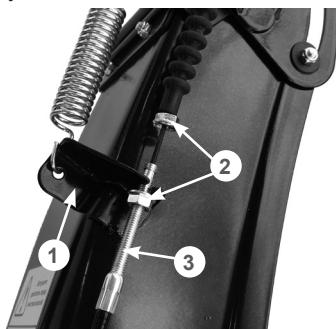

Рис. 22 Установка оболочки троса управления дефлектором жёлоба
- скрутите крайнюю гайку 2 с регулировочной муфтой 3 троса и позвольте ей свободно болтаться на тросе (Рис. 22);
- одной рукой максимально наклоните дефлектор жёлоба вперёд, а второй рукой проденьте трос через прорезь в кронштейне 1, после чего вставьте регулировочную муфту троса в отверстие в кронштейне 1 (Рис. 22). Гайки крепления оболочки троса после этого должны оказаться по разные стороны кронштейна, как показано на Рис. 22. Закрутите гайки, не затягивая их;